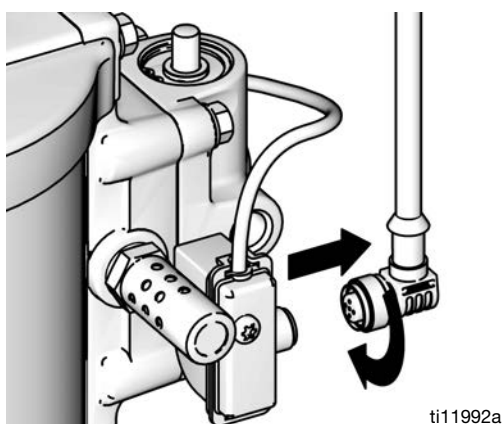

FIG. 10. Desconecte el DataTrak
- Desatornille el cable de la parte trasera del conjunto del interruptor de láminas. Consulte la FIG. 10.